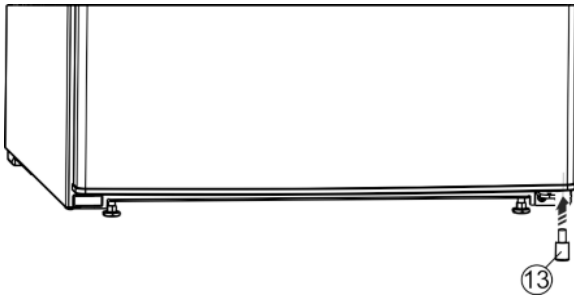

Fig. 8
- ▶ Vėl įstatykite tarpiklį Fig. 8 (13) į duris apačioje, dešinėje pusėje, nes jis yra svarbus prietaiso stabilumui.